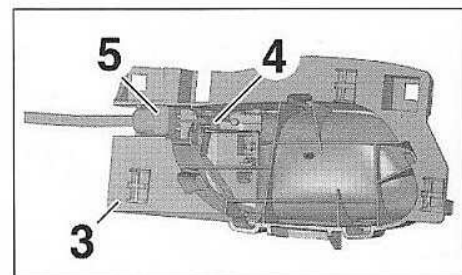

FIG.98
- Désaccoupler l'arrêt de gaine (4) (Fig.98).
- Libérer le câble (5).